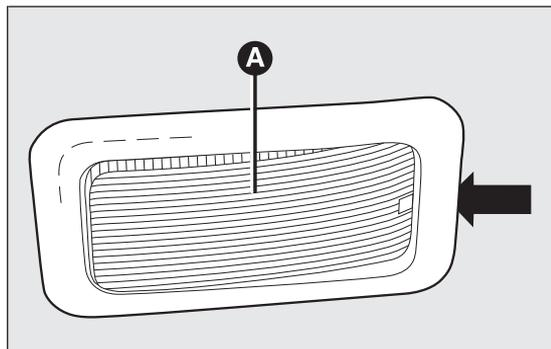

fig. 142
- à l'aide du tournevis fourni, extraire le plafonnier A fig. 142 en agissant sur le point indiqué par la flèche ;